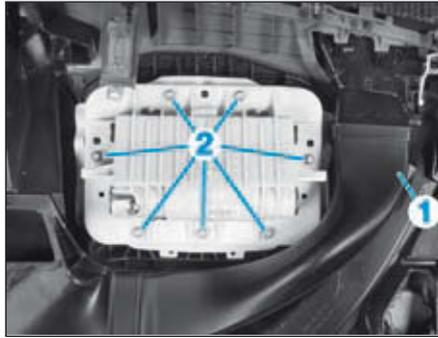

FIG.6
- le conduit d'aération (1) (Fig.6),
- les vis (2) puis l'airbag frontal passager.